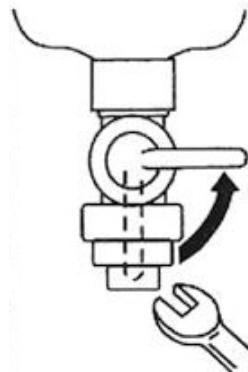

Рис. 6
2. Открутите с помощью ключа нижнюю крышку топливного фильтра, как показано на схеме (**рис. 6**).
- 2.2. Открутите с помощью ключа крышку топливного фильтра, как показано на схеме (**рис. 6**).